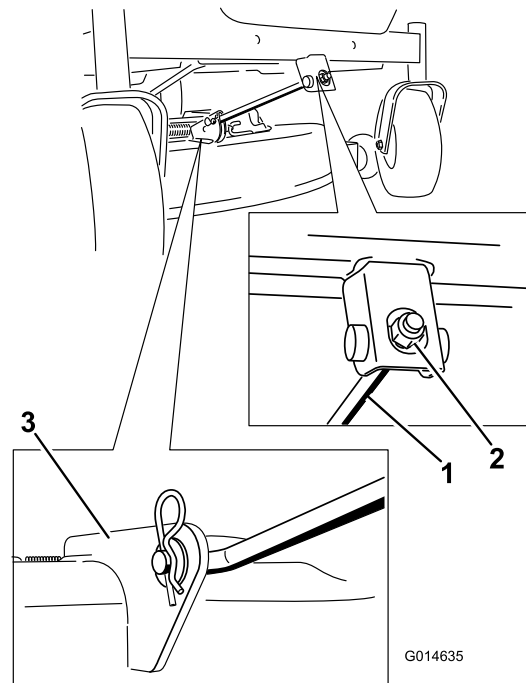

Figura 72
5. Retire la chaveta de la varilla de soporte delantera y retire la varilla del soporte de la carcasa (Figura 72).
8. Conecte la varilla de soporte delantera a la carcasa de corte con el pasador y la chaveta (Figura 72).